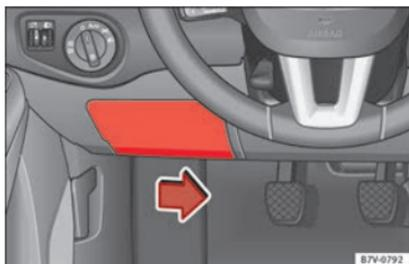

Abb. 60
- Zum Entriegeln des Deckels den Betätigungshebel an der Unterseite nach rechts drücken »» Abb. 60.